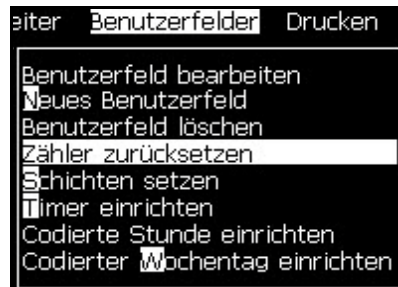

Abbildung 5-40: Wählen Sie *Reset Counter* (*Zähler zurücksetzen*)
- 2 Wählen Sie die Option *Reset Counter* (*Zurücksetzen Zähler* (siehe Abbildung 5-40).